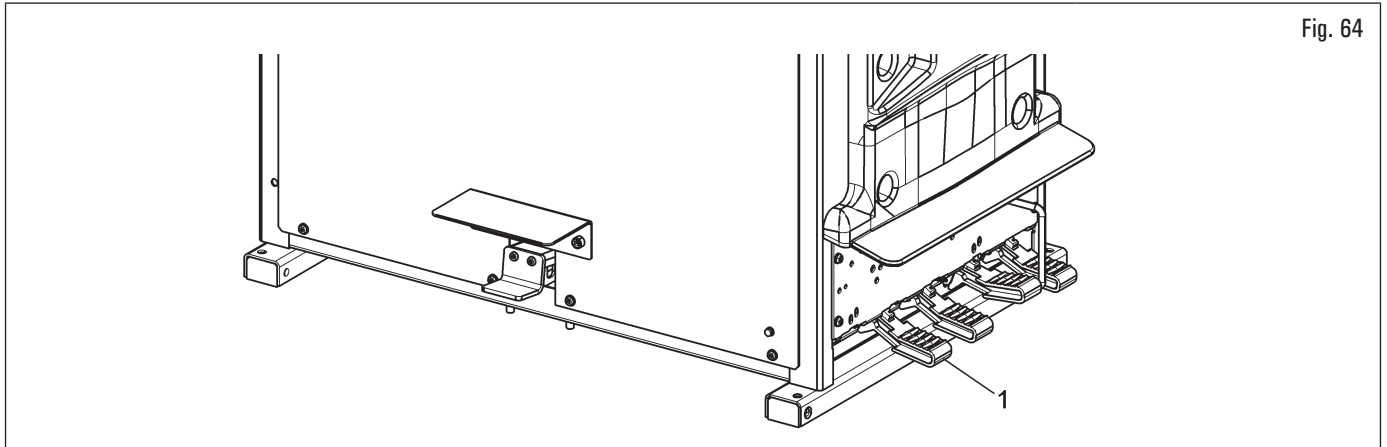

Fig. 64
1. Positionner le bras opérant en position de travail en agissant sur la pédale (Fig. 64 réf. 1) ;
7. une fois le montage terminé, ôter le bras pour le porter en position de repos, en agissant sur la pédale spéciale (Fig. 64 réf. 1) ;